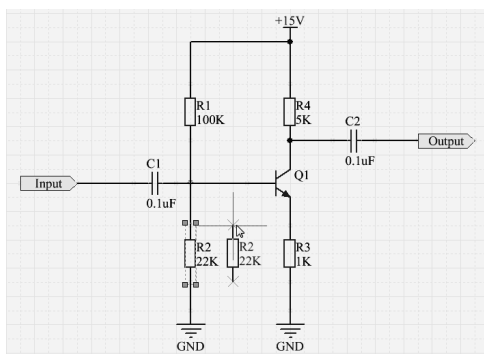

图 4-1-33 执行粘贴命令后的电阻 R2
(1) 粘贴对象。按照 4.1.2 节 (1) 所述的方法复制图 4-1-1 中的电阻 R2，然后执行菜单命令 Edit → Paste 或利用【Ctrl】+【V】组合键，此时鼠标指针变为十字形，十字指针下方附有一个复制出来的电阻 R2，如图 4-1-33 所示。